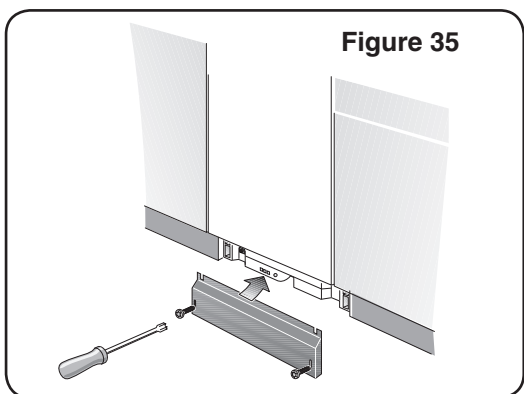

Figure 35
Étape 2 : utiliser les vis de panneau du nécessaire d'installation du lave-vaisselle et un tournevis T-15 pour installer le panneau comme à la **figure 35**.